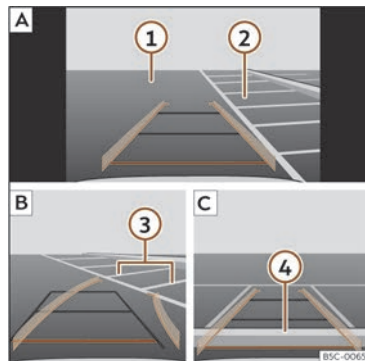

Fig. 139 Affichage sur l'écran du système d'infodivertissement : garer avec l'assistant de marche arrière.
Légende de la >>> **fig. 139** :
- Placez le véhicule en face de la place de stationnement >>> **fig. 139** ② **A**.
- Reculez en tournant le volant afin que les lignes jaunes pénètrent dans la place de stationnement. Les lignes vertes et jaunes doivent correspondre aux lignes de délimitation latérales ③ **B**.
- Arrêtez le véhicule lorsque la ligne rouge a atteint la limite arrière ④ **C**.